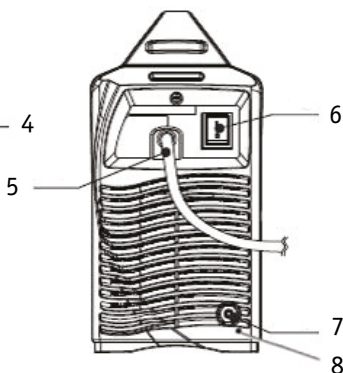
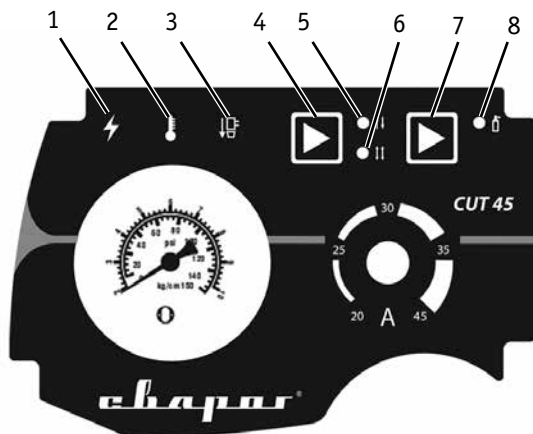

Рис. 1.2
Рис. 2
Перед началом работы необходимо установить в плазменный резак все необходимые детали. Индикатор на панели управления (3) (рис. 2) загорается, если части резака установлены не полностью или неправильно.
Подключите аппарат к однофазной сети питания 220 вольт. Включите аппарат с помощью выключателя на задней панели аппарата (6) (рис. 1.2), должен загореться индикатор сети (1) (рис. 2).
Избытки паров воды, содержащиеся в воздухе, накапливаются в дренаже в виде воды, которая вытекает через дренажное отверстие на задней панели аппарата (8) (рис. 1.2).
1. Перед началом работы осуществите холостой продув плазменного резака воздухом, включив режим проверки газа с помощью переключателя режимов (7) (рис. 2), отображаемым свечением индикатора (8) (рис. 2).
2. Переведите аппарат в режим реза с помощью повторного нажатия переключателя режима (7) (рис. 2), индикатор (8) погаснет (рис. 2).
3. Выберите необходимый режим 2Т или 4Т с помощью переключателя (4) (рис. 2)